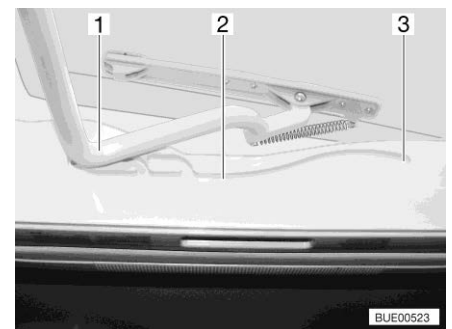

Fig. 120 Guida (oblò Heki)
- Tirare la staffa (Fig. 120,1) nelle guide (Fig. 120,2) fino alla posizione più all'indietro (Fig. 120,3).
- Spingere la staffa (Fig. 120,1) leggermente verso l'alto con ambedue le mani.
- Tirare la staffa nelle guide (Fig. 120,2) fino alla posizione desiderata.